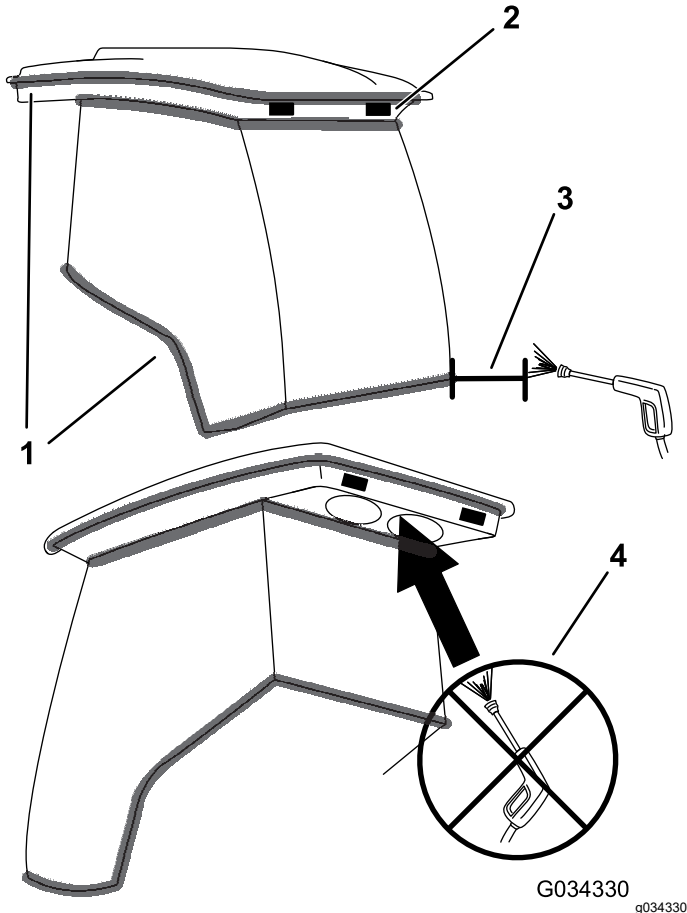

Bild 86
**Wichtig:** Vorsicht im Bereich der Kabinendichtungen (Bild 86). Halten Sie bei der Verwendung eines Hochdruckreinigers das Strahlrohr mindestens 0,6 m von der Maschine entfernt. Verwenden Sie den Hochdruckreiniger nicht direkt an den Kabinendichtungen oder unter dem hinteren Überhang.